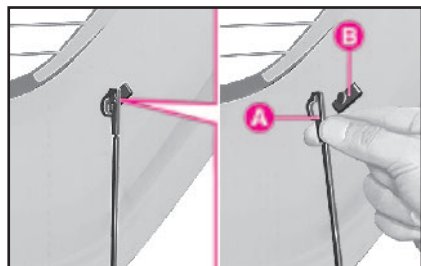

fig. 67
1) quite la repisa posterior desenanchando los dos tirantes **A**-fig. 67 de los alojamientos **B**.
Cuando vuelva a montar la repisa posterior, enche los dos tirantes laterales fig. 67 haciéndolos pasar por la parte externa de los amortiguadores.